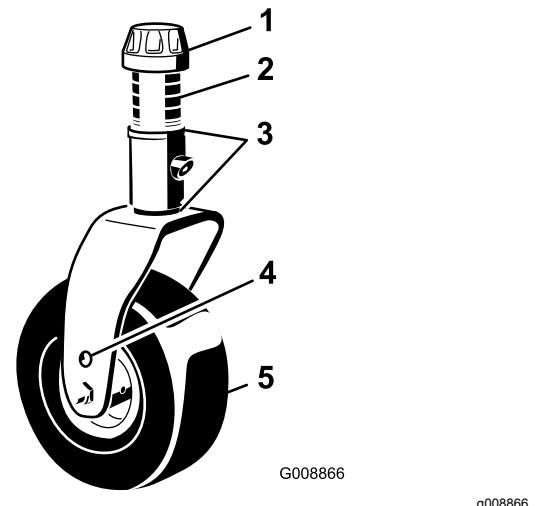

Рисунок 138
1. Снимите колпачковую гайку с вала шпинделья и извлеките шпиндель из рычага поворотного колеса (Рисунок 138).
Отверните колпачковую гайку и снимите вилку поворотного колеса (Рисунок 138).